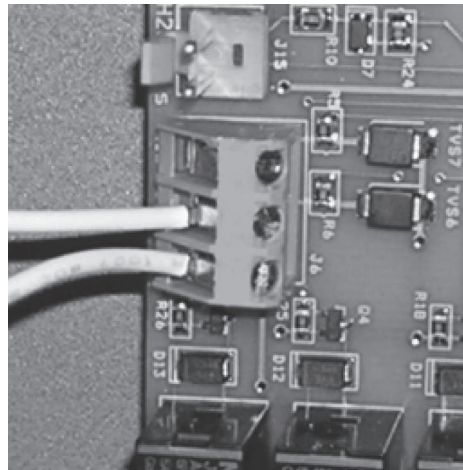

Figura 11B. AquaLink RS o conexión al TSTAT remoto (Conexión de 2 cables)
4. Conecte el cableado desde el sistema de control de la piscina/spa al terminal remoto de la bomba de calor (vea la Figura 11b).